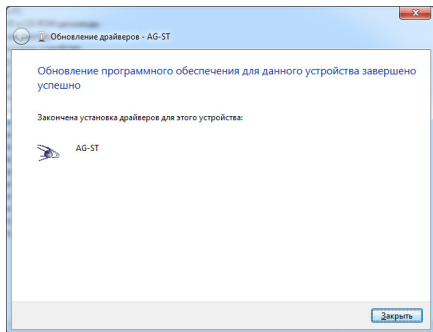

Рис.4. Установка драйверов завершена.
**6.** После успешной установки драйверов система распознает подключенное устройство (рис.4). Для завершения работы с Мастером обновления нажмите кнопку «Закреть».